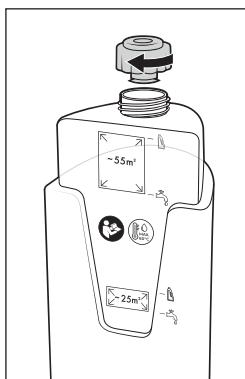

Fig. 10
- ◆ Înșurubați capacul rezervorului de apă curată ⑪ din nou (a se vedea fig. 10).